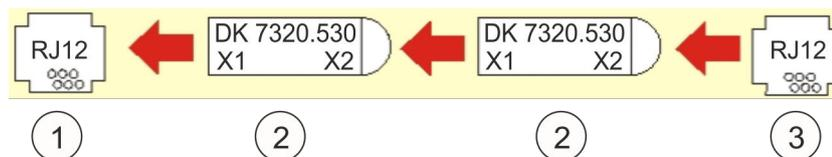
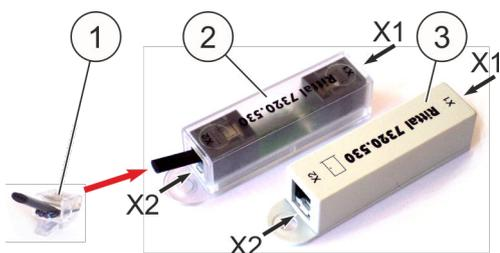

Fig. 42: Esquema de instalación para el interruptor de contacto “conector RJ12” (sensor de acceso)
Fig. 43: Interruptores de contacto de puerta y resistencia terminal (RJ12)
La entrada para contacto de puerta “5” (Fig. 41/5) está diseñada para el tipo de conmutador Rittal 7320.530 (Fig. 43/2 o 3). Conectar el interruptor de contacto de puerta de la opción “conector RJ12” a la entrada para contacto de puerta “5”. Realizar la conexión conforme a Fig. 42 y Fig. 43.
Al conectar el conector RJ12 “Resistencia terminal” (Fig. 43/1) tener en cuenta que para los interruptores de contacto de puerta grises antiguos (Fig. 43/3) se necesita una resistencia terminal distinta que para los interruptores de contacto de puerta transparentes (Fig. 43/2):
- Interruptor de contacto de puerta gris (Fig. 43/3):
- Interruptor de contacto de puerta transparente (Fig. 43/2):